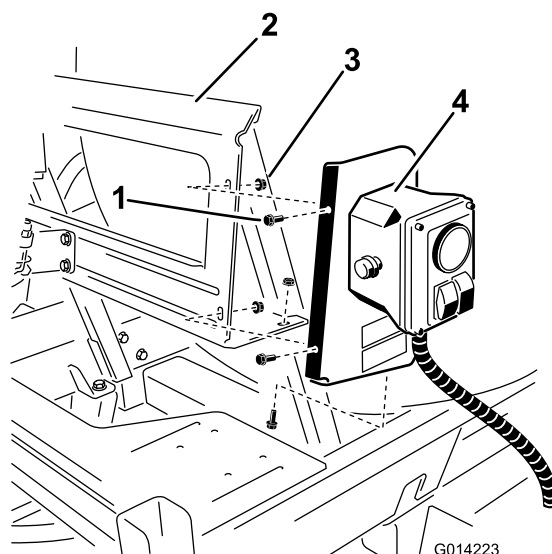

図 8
2. ボルト (1/4 x 5/8 inch) 3本とロックナット (1/4 インチ) 4個を使用して、図 8 のように、アセンブリをブラケットに固定する。